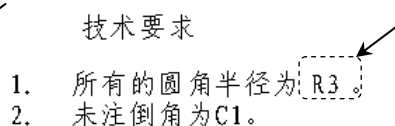

图 6.7.16 编辑参数注释
Step5. 单击“注释”对话框中的“完成”按钮，完成编辑参数注释，如图 6.7.16 所示。
Step6. 保存文件。选择下拉菜单  文件(F) →  保存(S) 命令。